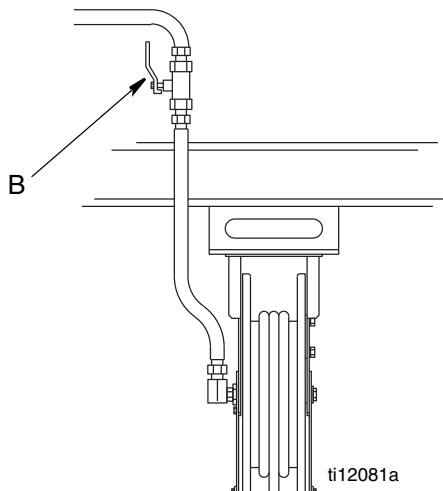

図 4
5. ディスペンス位置でシャットオフバルブ (B、図 4) を開きます。十分な量の油を洗い出して、システム全体が清浄であることを確実にします。バルブを閉めます。